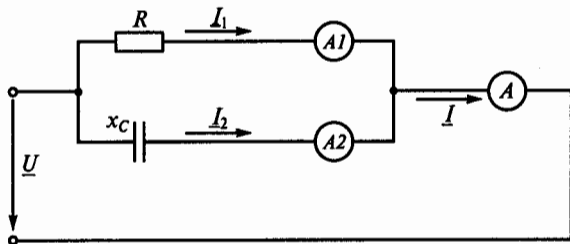

Рис. 96
**3.51.** В цепь синусоидального тока на рис. 96 включены три амперметра. Каким будет показание амперметра  $A_2$ , если амперметры  $A$  и  $A_1$  показывают соответственно  $10 \text{ А}$  и  $6 \text{ А}$ ?